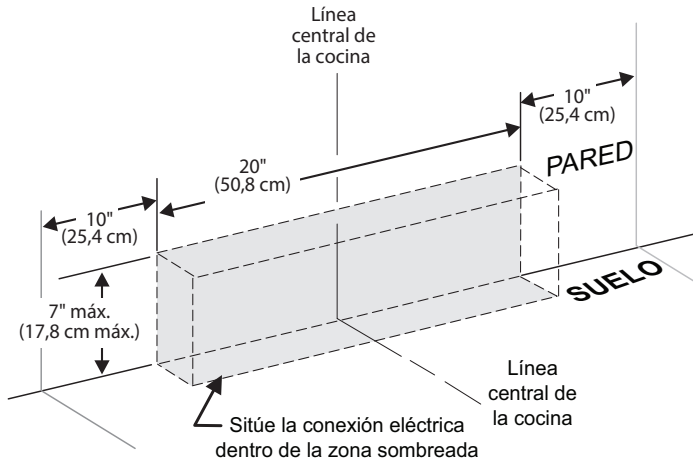
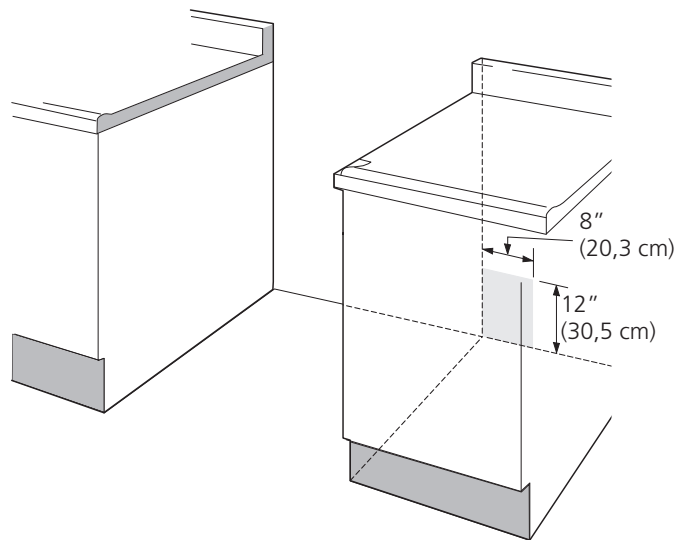

Figura 4: Ubicación del enchufe detrás de la cocina
Figura 5: Ubicación del enchufe en el armario adyacente
1. Si la cocina se va a instalar con armario a ambos lados, dibuje una línea central en el suelo entre estos (Figura 5).
La figura 4 muestra la ubicación sugerida del tomacorriente. También se puede colocar en la esquina inferior izquierda del armario derecho adyacente como se muestra en la figura 5.